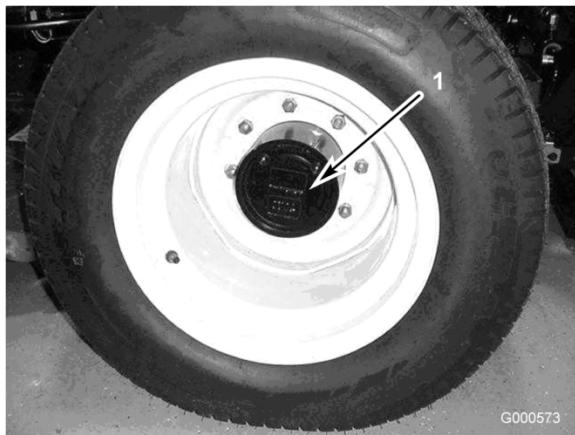

Figure 41
1. Garez la machine sur une surface plane et horizontale, tournez la roue de manière que le bouchon de contrôle/vidange (Figure 41) se trouve à la position 2 heures ou 10 heures.
2. Retirez le bouchon du train planétaire (Figure 41). L'huile doit atteindre le bas de l'orifice de contrôle.